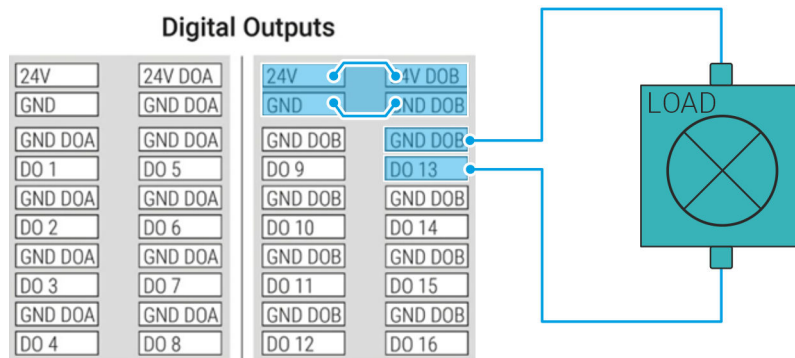

Abb. 76 Elektronische Last verbinden (exemplarisch)
01. Beim Verbinden einer elektronischen Last über den Digitalausgang die exemplarische Konfiguration in Abb. 76 beachten.